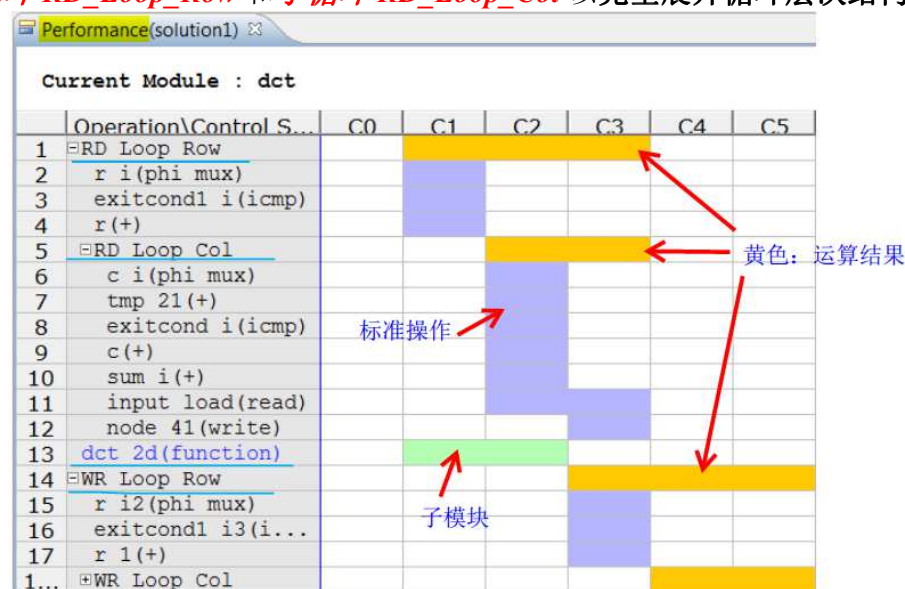

图 6-8: RD_Loop_Row 的扩展视图
还显示了 **Performance** 视图(在图 6-8 的右侧)。此视图显示如何将此特定块中的操作调度到时钟周期中。
2. 单击 **循环 RD_Loop_Row** 和 **子循环 RD_Loop_Col** 以完全展开循环层次结构(图 6-8)。